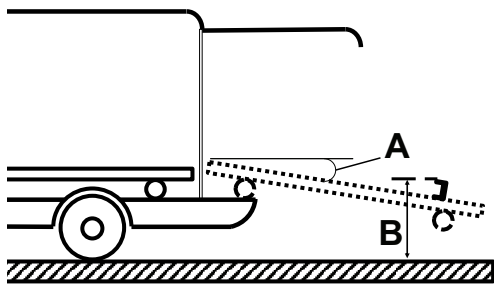

Figura 9 – Especificações da placa de fixação e do tabuleiro de carregamento
- O ângulo (A) do tabuleiro de carregamento não excede os 16° (Figura 9)
- A altura (B) do topo de placa de fixação ao solo está entre 28,0" (71,1 cm) e 29,4" (74,7 cm) (Figura 9)